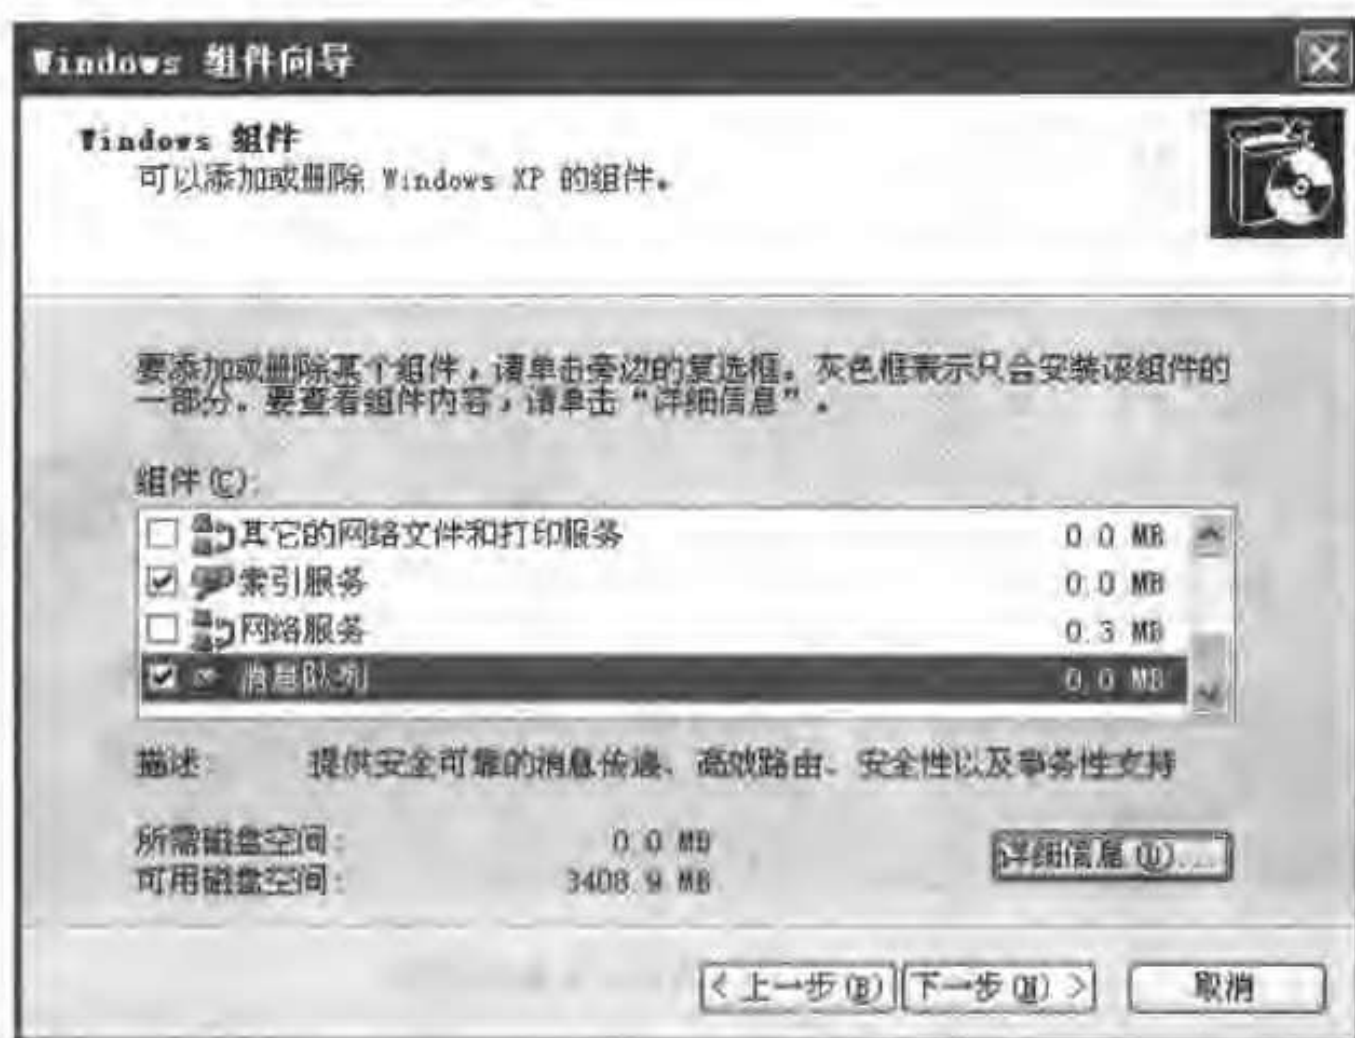

图 2-2 Windows XP Professional 选择安装消息队列服务
- 在“添加/删除程序”对话框中,单击左边菜单条中的“添加/删除 Windows 组件”按钮,打开“Windows 组件向导”对话框,如图 2-2 所示。